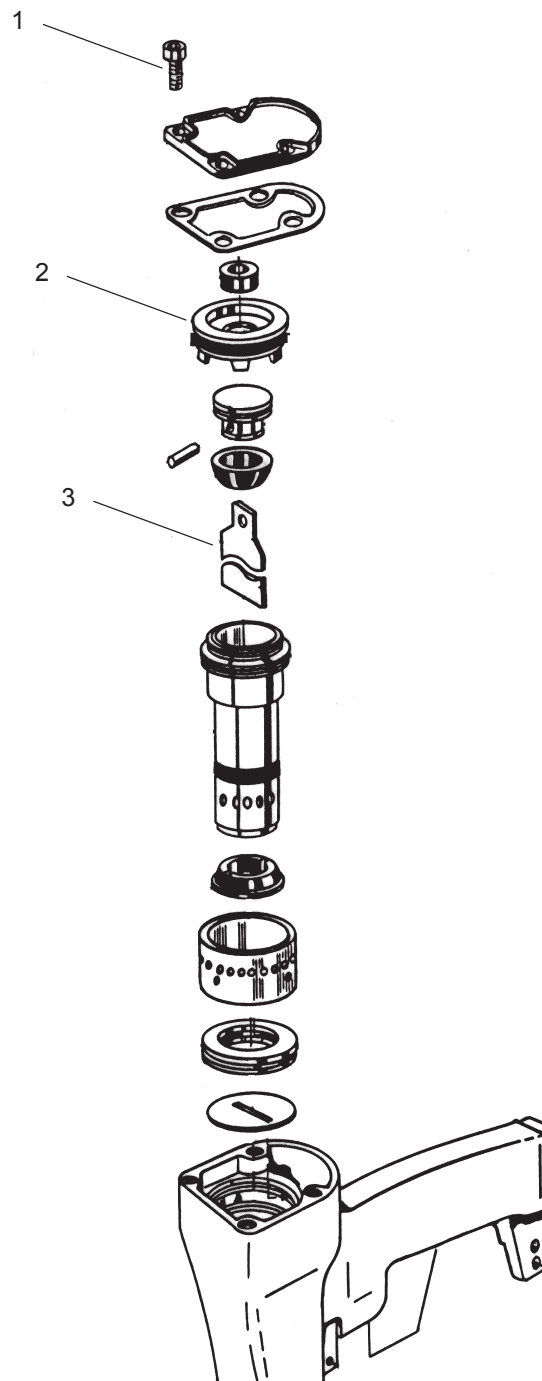

Fig. 8
- Dévissez les 4 vis cylindriques et enlevez le couvercle (Fig. 8/1).